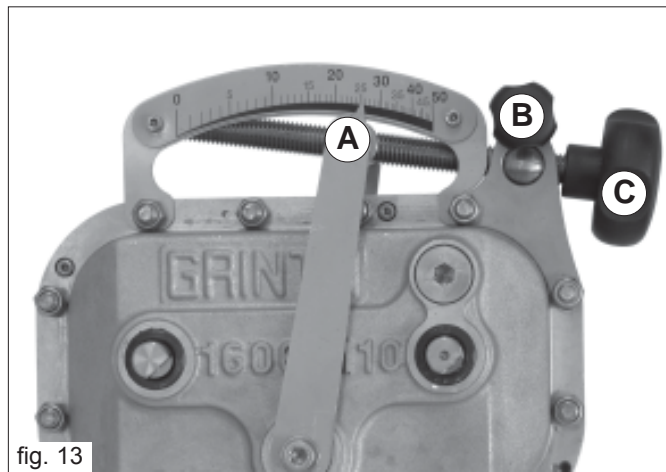

fig. 13
La boîte de vitesse se trouve sur le côté gauche du semoir et reçoit le mouvement des roues motrices. Du changement de vitesse on peut changer la vitesse aux groupes distributeurs des graines en jouant sur l'indice de régulation (A), taré sur une échelle de 1 à 50 en mode continu (Fig. 13).